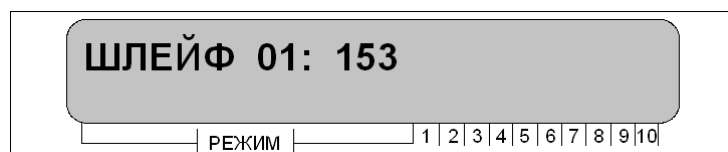

Рисунок 24 – Отображение уровня АЦП шлейфа №1
- нажатием клавиши «ВВОД» необходимо войти в пункт меню «Тест», на ЖК-дисплее клавиатуры отобразится уровень АЦП шлейфа №1, рисунок 24;